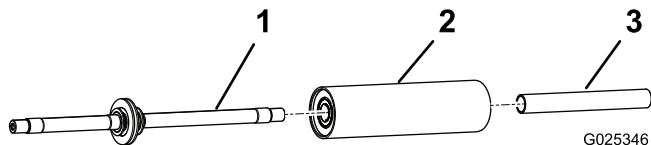

Bild 8
5. Installieren Sie das Walzenrohr mit dem Lager in Richtung Achsinnenseite auf der Achse (Bild 8).